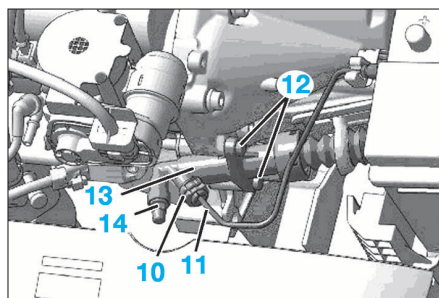

FIG. 7
- Ecarter l'agrafe (10) et le tuyau (11) (Fig.7).